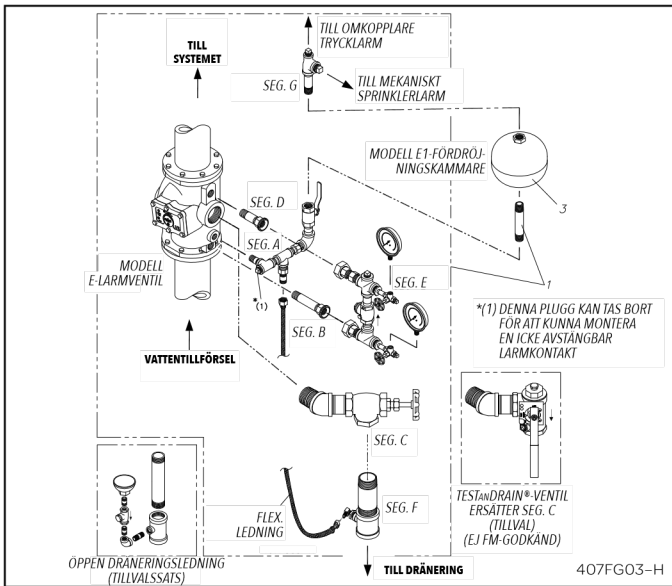
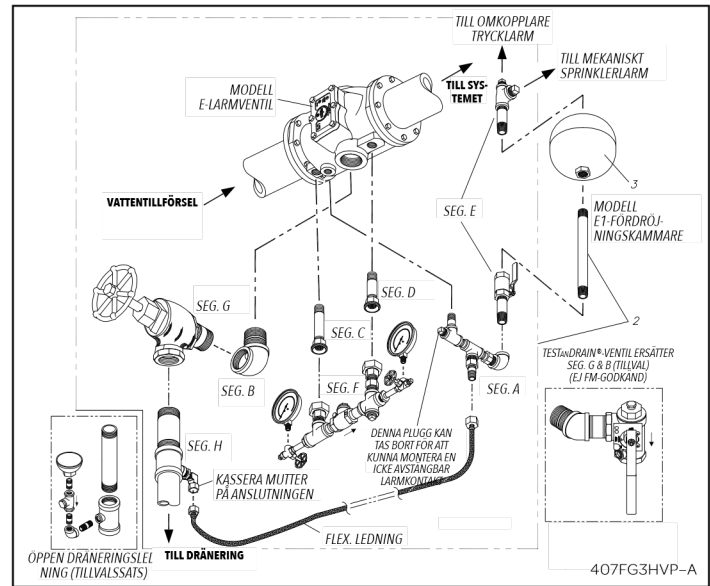

Fig. 3 – Variabelt tryck vertikal installation
Fig. 5 – Variabelt tryck horisontell installation
En öppen dräneringsslangsats är tillval, inköps separat, som en ersättning för seg. F (fig. 3) och seg. H (fig. 5).
• **Horisontell installation (fig. 5, 6 och 8)** Följ en sekvens som liknar den som beskrivs ovan för vertikal installation, med hänvisning till fig. 5 och 6 för vägledning.
Kläppens (4) rörelse på gångjärnstappen (8) frigör spåret i sätet (3) och tillåter vattnet att flöda genom spåret in i larmledningsutloppet och till larmledningen, fig. 5.
Variabelt tryck (fig. 3 och 5)